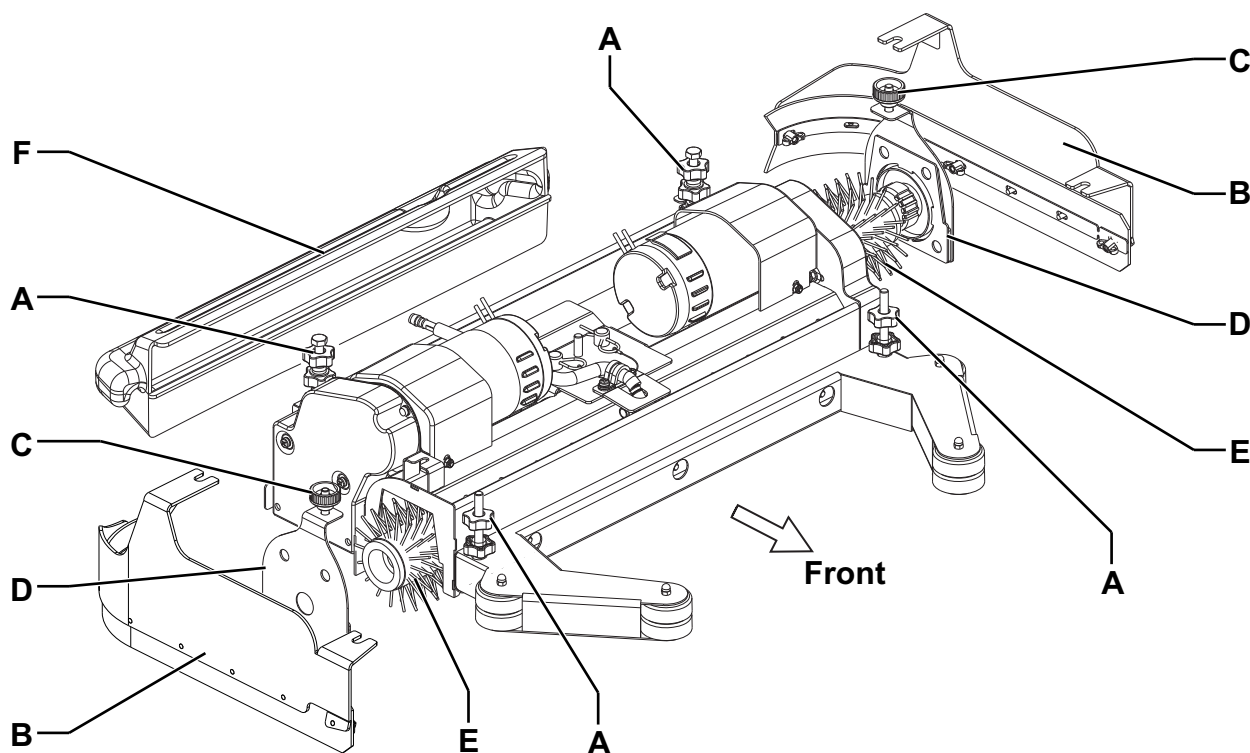

Figure 2
1. Introduire la clé de contact de la machine (58) et la tourner en position "I".
*Avant d'actionner l'interrupteur (67), contrôler qu'il n'y a pas de corps étrangers entre la tête (28) et la machine qui peuvent faire barrage au soulèvement de la tête.*
2. Soulever la tête en appuyant sur l'interrupteur (67).
3. Positionner la clé de contact (58) sur "0" et l'enlever.
4. Sur les deux côtés de la machine, desserrer les pommeaux (A, Fig. 2) et enlever les groupes volets latéraux (B).
5. Dévisser les pommeaux (C) et déposer les portillons (D) en poussant les pommeaux vers le bas.
6. Installer les brosse cylindriques (E) ou enlever les brosses pour installer les brosses nouvelles.